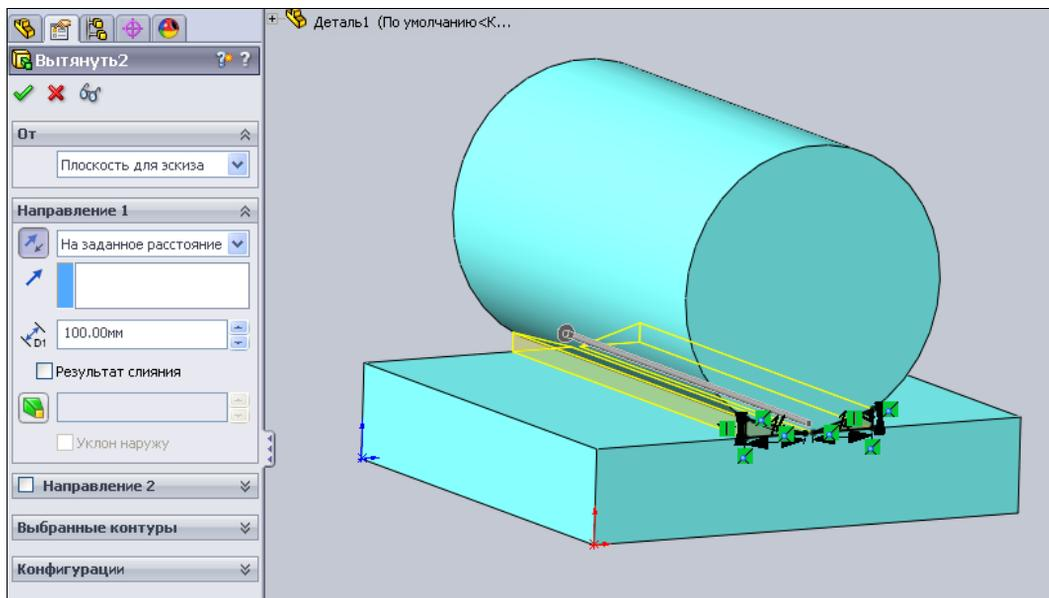

Рис. 5.72
5. Обратите внимание, что эскиз полностью определен. Если эскиз оказался не полностью определенным, то для полного определения эскиза воспользуйтесь командой  — **Добавить взаимосвязь** инструментальной панели **Эскиз** и осуществите соответствующую привязку к существующим деталям. После построения эскиза осуществите его вытягивание на длину, равную длине цилиндра — 100 мм. Перед вытягиванием проверьте параметр **Результат слияния** — флажок должен быть снят (рис. 5.72).